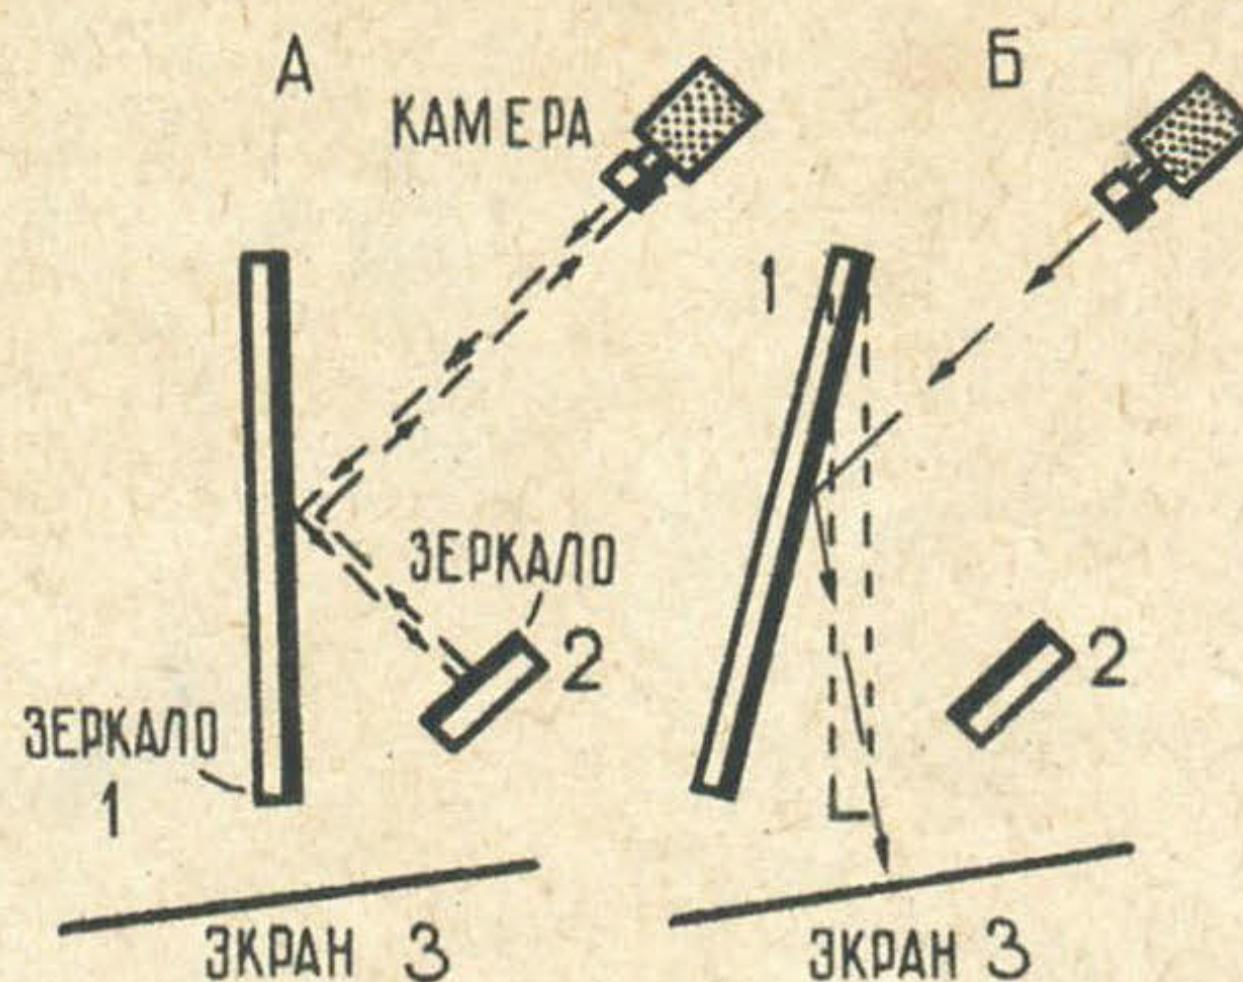

Рис. 1. Идея устройства телевизионного проектора Ф. Фишера.
На рис. 1А луч света проектируется на зеркало (1). По законам оптики угол его падения и угол отражения должны быть равны, поэтому, отразившись от зеркала, луч света попадет на зеркало (2) и тем же путем отразится обратно к своему источнику. Значит, на экран (3) никакого света падать не будет.
Теперь предположим (рис. 1Б), что зеркало (1) слегка отклонилось от положения, которое оно занимало на рис. 1А. Тогда свет пойдет по другому пути, минует зеркало (2) и попадет на экран (3), создав на нем светящуюся точку.
Если вместо изменения угла наклона зеркала мы покроем его поверхность слоем масла, то в зависимости от неоднородностей, создаваемых электронным лучом в этом слое (выпуклостей и впадин), лучи света, падающие на этот слой, будут отражаться то на зеркало, то на экран, то есть образование на слое масла выпуклости по действию будет равносильно наклону зеркала на рис. 1Б.